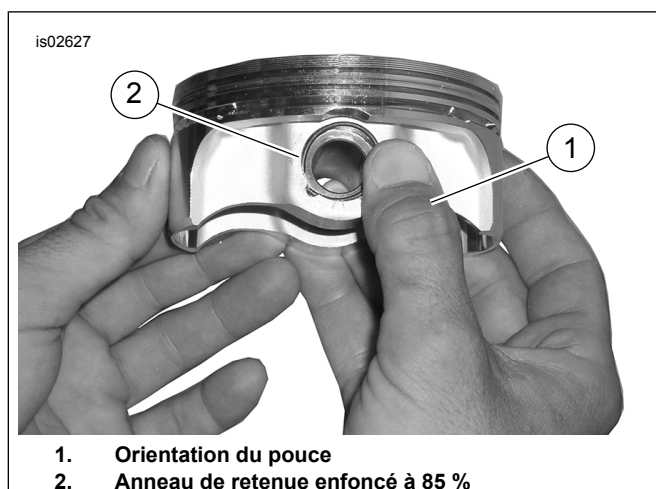

Figure 3. Installer le circlip (piston générique représenté)
2. Voir Figure 3 . Placer le pouce (1) tel qu'illustré et appuyer fermement jusqu'à ce qu'environ 85 % de l'anneau de retenue (2) soit emboîté dans la rainure.